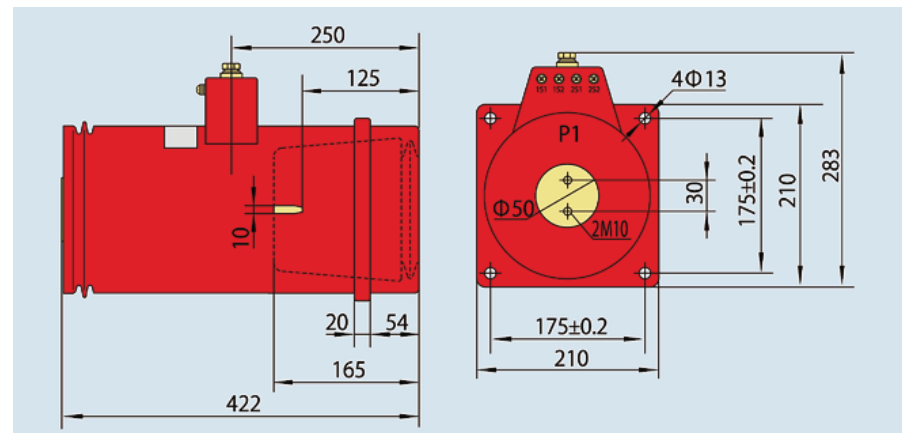

Рис. 6.1 Внешний вид и размеры при 10-200/5 А
6.1 Внешний вид и размеры при 10-200/5 А (см. рис. 6.1)